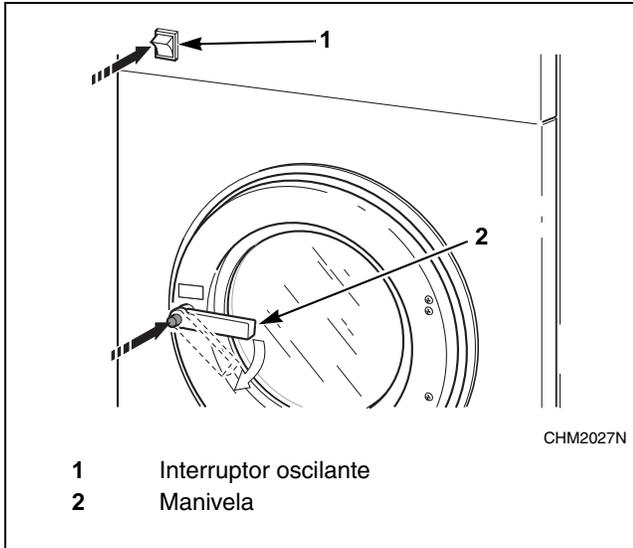

Figura 10
2. Con la mano izquierda, empuje y presione el interruptor oscilante blanco. Consulte la *Figura 10*.
3. Pulse el botón y gire la palanca hacia la derecha para abrir. Consulte la *Figura 10*.